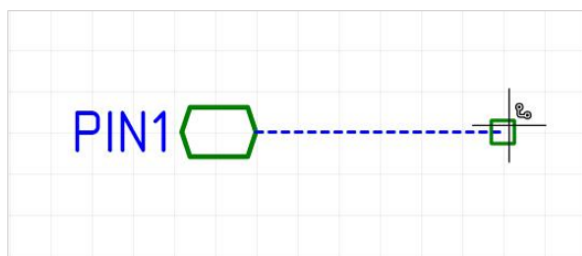

Рис. 269 Размещение цепи от порта
- Разместите порт на схеме, см. Рис. 269. Положение порта будет зафиксировано, после этого активируется размещение цепи/шины. Размещение цепи/шины осуществляется стандартными способами.